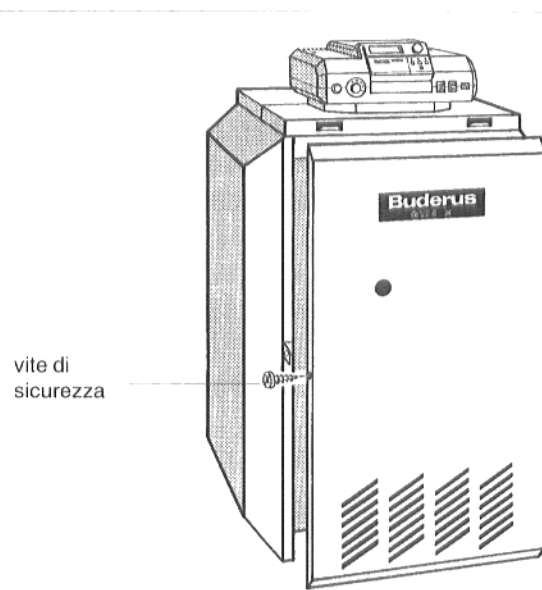

Fig. 37: Montare pannello anteriore della caldaia
- Rimontare il controllo dei gas di scarico alla sicurezza antiriflusso (Fig. 37).
- Avvitare le viti di sicurezza a sinistra ed a destra nei pannelli laterali (Fig. 37).